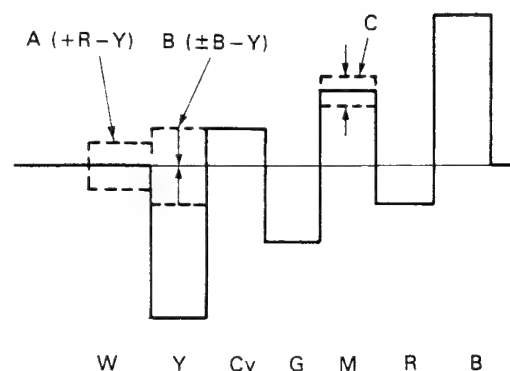

Abbildung 2-10. Hüllkurve B-Y
**Einstellung von D:G (B)**
- (8-1) R2631 (Burstreinigung) einstellen, bis Abschnitt A, gezeigt in Abb. 2-10, auf ein Minimum reduziert ist.
- (8-2) R2619 (1H GAIN) einstellen, bis der in Abb. 2-10 gezeigte Spalt in Abschnitt B (gepunktete Linie) auf ein Minimum reduziert ist.
- (8-3) L2601 (1H PHASE) einstellen, bis der in Abb. 2-10 gezeigte Spalt in Abschnitt C auf ein Minimum reduziert ist.
- (8-4) Abwechselnd die unter (8-1) bis (8-3) beschriebenen Einstellungen zwei- oder dreimal durchführen, bis die von der durchgehenden Linie in Abb. 2-10 angezeigte Hüllkurve geformt ist.